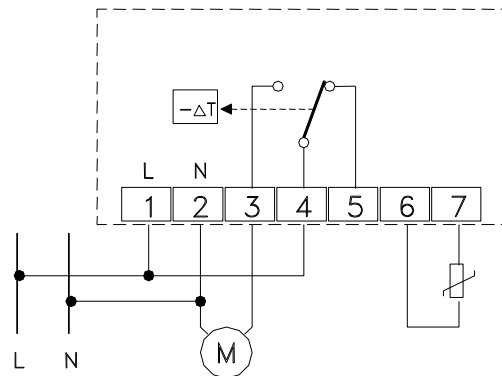

Fig. 2: Inkopplingschema (alt. med extern givare)
- Tag bort frontkåpan genom att med hjälp av något verktyg, t ex skruvmejsel, pressa de två plasttänderna inåt/nedåt (4) på kåpans högra sida. Applicera ett lätt tryck med skruvmejseln, och vrid/rotera därefter sakta mejseln. Pressa inte plasttänderna alltför hårt emedan de då kan gå sönder.
- Gör de elektriska anslutningarna till plintarna på kretskortet (se schema fig. 2).
- Det är möjligt att begränsa börvärdesrattens inställningsområde. Vid leverans sitter ett par små plastpin- nar (7) till vänster om inställningsrattens axel. Flytta dessa till nya önskade lägen (6), se exempel nedan. Här utgör (5) det valda begränsade nya inställnings- området.
Termostat TAE S13 - elektrisk inkoppling till t ex en värme-panna (se fig. 2):
Pumpen stannar när rumstemperaturen överstiger börvärdet. Pumpen kopplas till plintarna nr 2 och nr 3, enligt fig. 2.